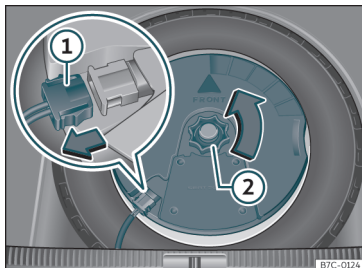

Abb. 217 Im Gepäckraum: Subwoofer ausbauen.
- Klemmen Sie das Subwoofer-Lautsprecher-Kabel ab»» **Abb. 217** ①.
- Drehen Sie das Befestigungshandrad entgegen dem Uhrzeigersinn heraus»» **Abb. 217** ②.